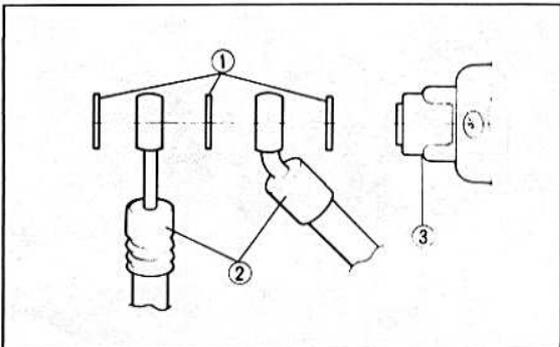

Bild 304 ▶
- Den Bolzen und die Scheibe abnehmen (Bild 304).